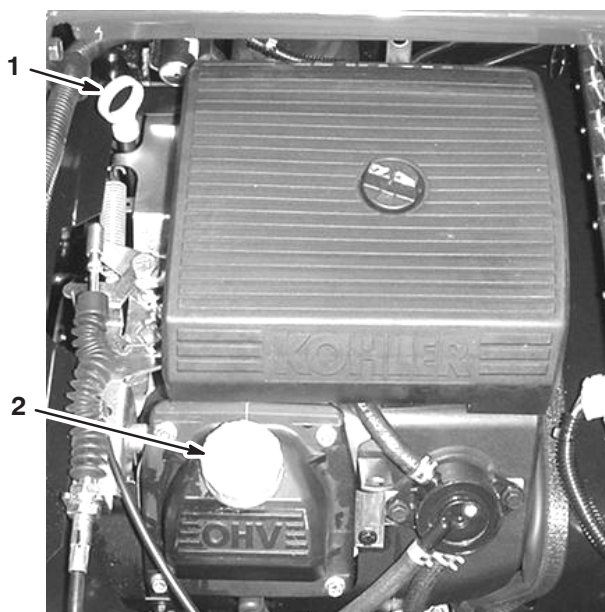

Figure 6
2. Retirez la jauge et essuyez-la sur un chiffon propre (Fig. 6). Remettez la jauge dans le tube en vérifiant qu'elle est enfoncée au maximum. Sortez de nouveau la jauge et vérifiez le niveau d'huile.
3. Si le niveau d'huile est bas, retirez le bouchon de remplissage du couvre-culasse (Fig. 6) et ajoutez la quantité d'huile nécessaire pour amener le niveau au repère maximum sur la jauge. Reportez-vous à la section Entretien de l'huile moteur, page 38, pour connaître le type d'huile et la viscosité qui conviennent. Versez l'huile lentement et vérifiez souvent le niveau durant la procédure. **Ne remplissez pas excessivement.**